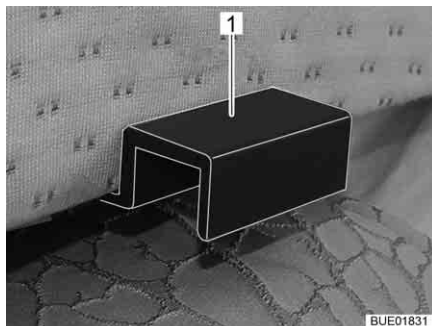

Fig. 144 Fixation du coussin supplémentaire
- Accrocher le coussin supplémentaire avec les fixations (Fig. 144,1) dans les caches des lits simples de manière à ce qu'il se forme un couchette complète.